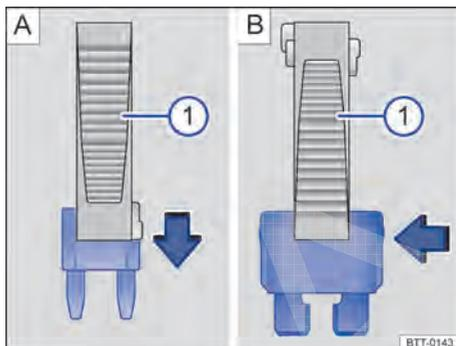

Fig. 246 Remover ou instalar um fusível com a garra da pinça de plástico .
- Se necessário, retirar a pinça de plástico ⇒ Fig. 246 da cobertura da caixa de fusíveis.
- Em caso de *fusíveis pequenos*, encaixar a garra por cima ⇒ Fig. 246 A.
- Em caso de *fusíveis maiores*, empurrar a garra lateralmente sobre o fusível ⇒ Fig. 246 B.